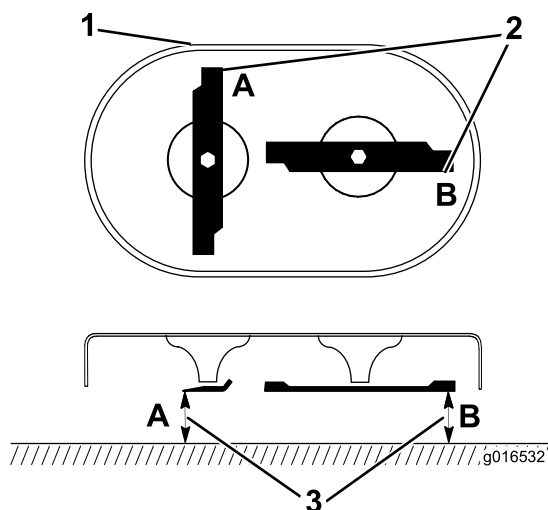

Figura 42
1. Gire las cuchillas a la posición mostrada en Figura 42.
2. Mida desde una superficie nivelada hasta los filos de corte, en las posiciones A y B (Figura 42) y anote las dimensiones.
3. Gire las cuchillas de manera que sus extremos opuestos estén en las posiciones A y B (Figura 42).